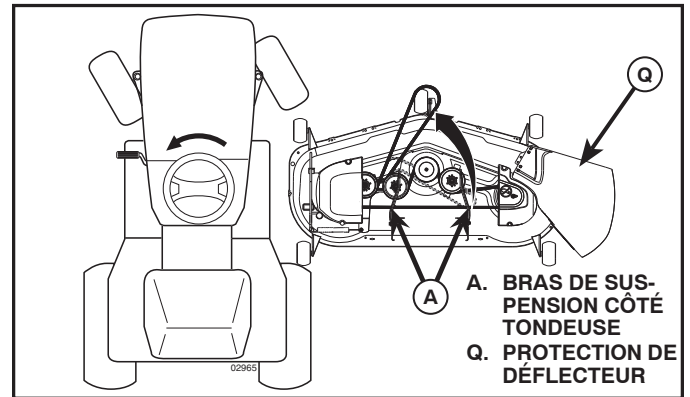

Fig. 7
4. GLISSER LA TONDEUSE SOUS LE TRACTEUR (Voir la Fig. 7)